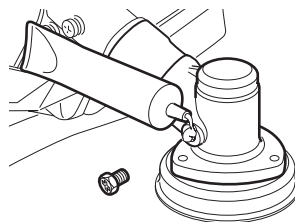

Fig. 39
- > Appliquez un lubrifiant adéquat (Fig. 39).